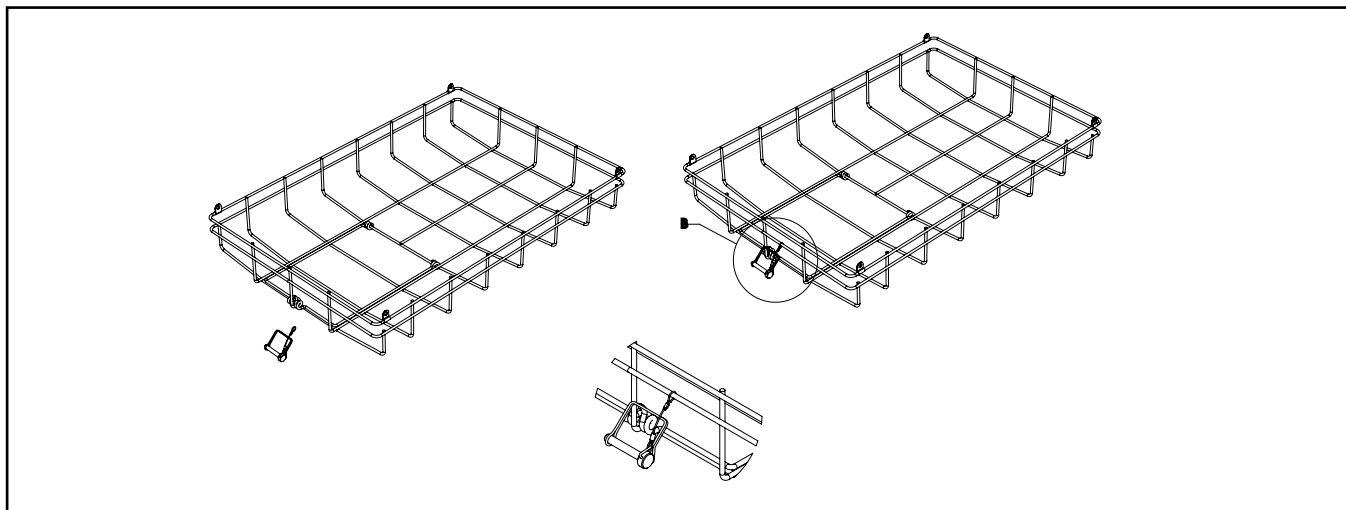

Figure 1.
1. Retirez l'axe inclus du sac de pièces et attachez le crochet à ressort à l'extrémité libre de son attache intégrée à la grille de protection comme indiqué ci-dessous. (Figure 1)